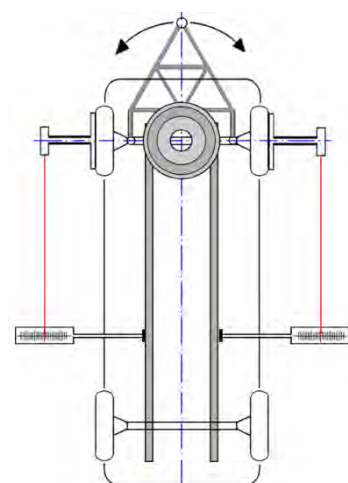

Рис. 14
- Ось транспортного средства на дышле выровнена так, что лазерный луч на обеих сторонах указывает на одно и то же значение на шкале. (Рис. 14)